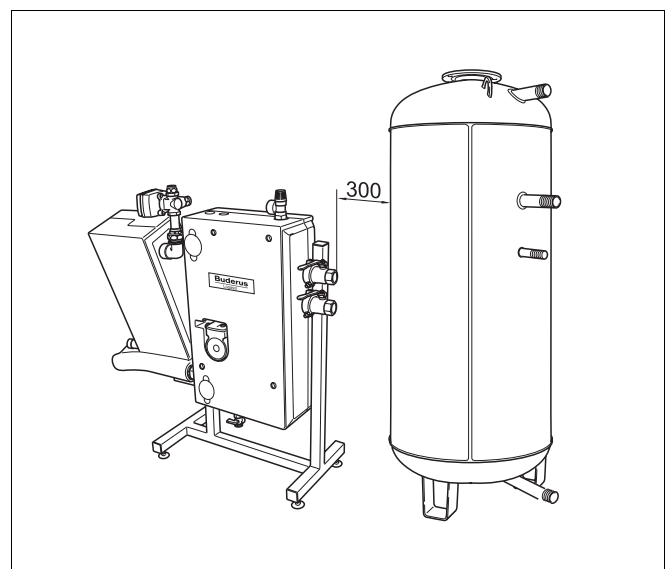

Abb. 7 Pufferentladestation aufstellen (Maß in mm)
- Beachten Sie den einzuhaltenden Abstand von ca. 300 mm, wenn Sie die Wärmetauscher-Speicher-Verbindungsleitungen verwenden (Abb. 7).